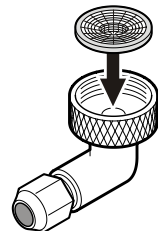

Figura 16
- Inserte el filtro de agua proporcionado en el adaptador del diámetro exterior con el orificio hacia abajo (Figura 16).